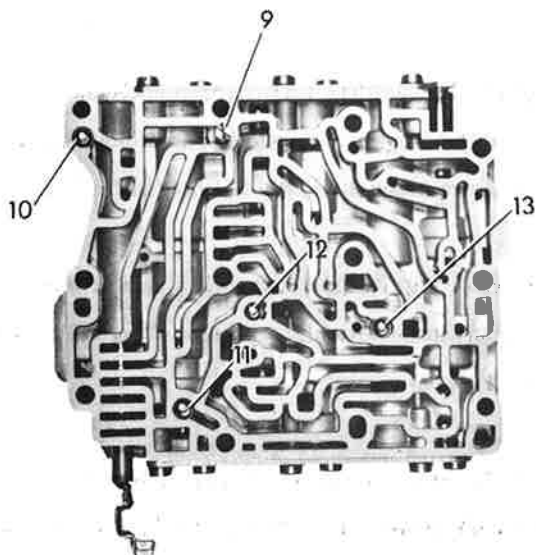

Bild 3
5. Auf alle 4 Kugelsitze im Schaltschiebergehäuse-Unterteil 4 Kugeln (5,5 mm $\emptyset$) zusammen mit Bolzen der Abschaltung R V 2 einlegen (Bild 3).